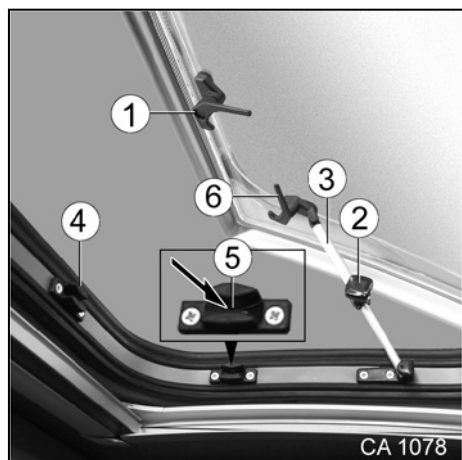

Fig. 64 Lanterneau Skyroof
1. Déverrouiller le levier de verrouillage (Fig. 64/1). Pour cela, appuyer sur le bouton de blocage respectif.
2. Déverrouiller le levier de verrouillage (Fig. 64/6).
4. Fixer le lanterneau avec des molettes (Fig. 64/2) aux compas d'arrêts montés sur les côtés (Fig. 64/3).
1. Tourner les molettes (Fig. 64/2) dans le sens anti-horaire jusqu'à ce que le dispositif de fixation soit desserré.
3. Verrouiller les quatre leviers de verrouillage (Fig. 64/1 et 6) aux supports (Fig. 64/4).
1. Déverrouiller les quatre leviers de verrouillage (Fig. 64/1 et 6) sur le lanterneau.
3. Verrouiller les quatre leviers de verrouillage (Fig. 64/1 et 6) dans les évidements (Fig. 64/5) des supports (Fig. 64/4).